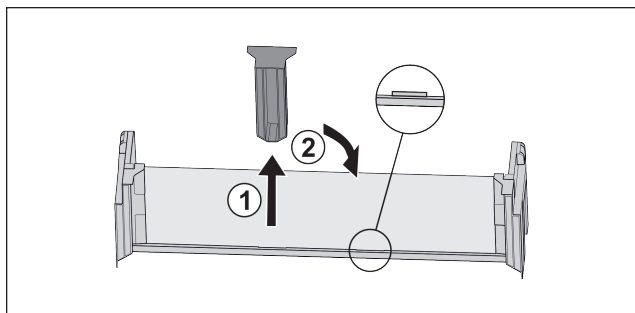

Fig. 17
- ▶ Витягнути середню деталь для підтримки Fig. 17 (1).
- ▶ Вставити середню деталь для підтримки на друге положення Fig. 17 (2).